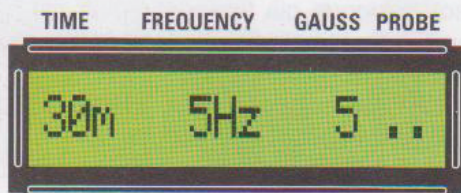

Fig.4 Il . sotto la scritta Probe durante il funzionamento indica che sul connettore d'uscita non è collegato alcun diffusore oppure che lo stesso non funziona.
- il **punto .** (vedi fig.4) indica che durante il funzionamento sull'uscita non è collegato alcun diffusore oppure che il diffusore non funziona;